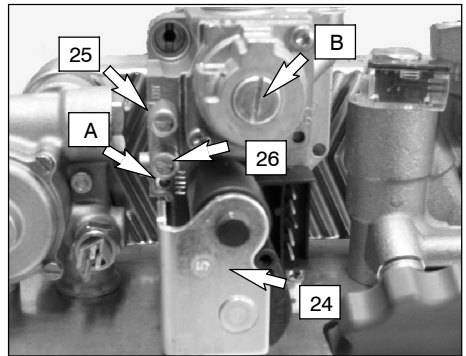

fig. 7.4
Dopo ogni misurazione delle pressioni gas, **richiudere bene** le prese di pressione utilizzate (26 e 25 in fig. 7.4). Dopo ogni operazione di regolazione gas **gli organi di regolazione della valvola devono essere sigillati**.
- 2 A caldaia spenta (fuori servizio), controllare la pressione di alimentazione utilizzando la presa 26 in fig. 7.4 e confrontare il valore letto con quelli riportati nella tabella **Pressioni di alimentazione gas** a pag. 11
- 4 Aprire la presa di pressione 25 (fig. 7.4) e collegare un manometro.
ne minima al bruciatore agire sulla vite A (fig. 7.4).
12 **Chiudere la presa di pressione 25** in fig. 7.4
- 1 Aprire la presa di pressione 25 (fig. 7.4) e collegare un manometro.
- 6 Confrontare il valore di pressione misurato con quello indicato in tab. 7.2. Per tarare la pressione massima al bruciatore agire sulla vite B (fig. 7.4). Ruota la vite in senso orario per aumentare o in senso antiorario per diminuire il flusso di gas al bruciatore
**IMPORTANTE:** Dopo ogni misurazione delle pressioni gas, richiudere bene le prese di pressione utilizzate (26 e 25 in fig. 7.4). Dopo ogni operazione di regolazione gas gli organi di regolazione della valvola devono essere sigillati.